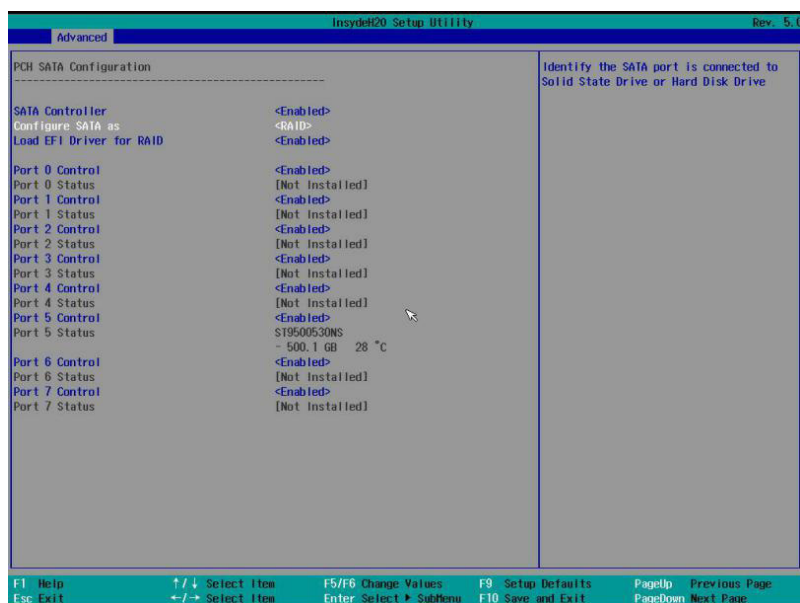

图 8.33
1. 将 SATA Mode Option 选项设为【 RAID 】，如下图 8.33 所示，F10 键保存设置，系统重启。